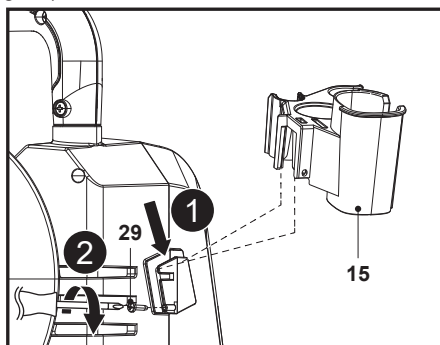

Fig. 1a
1. Glisează suportul de suspendare (15) pe baza de susținere și aliniaza gaura de montare, apoi folosește o șurubelniță cu cap în cruce adecvată (nefurnizată) pentru a strânge conexiunea cu șurubul (ST3,5 x 13) (29) (fig. 1a).